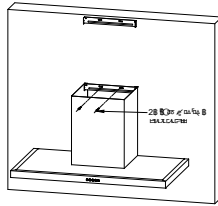

Fig.5
- Na het goed aansluiten van de afvoerbuis, het onderste schouwdeel bevestigen aan de muurbeugel om te voorkomen dat de afzuigkap per ongeluk van de muurbeugel los komt. Zie fig. 5.